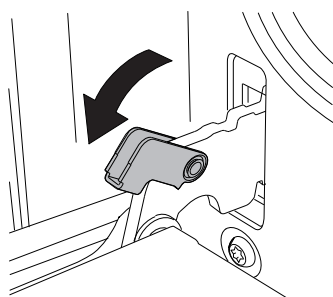

Fig. 1
- Pentru a scoate ușa, deschideți-o la unghiul maxim (fig. 1).